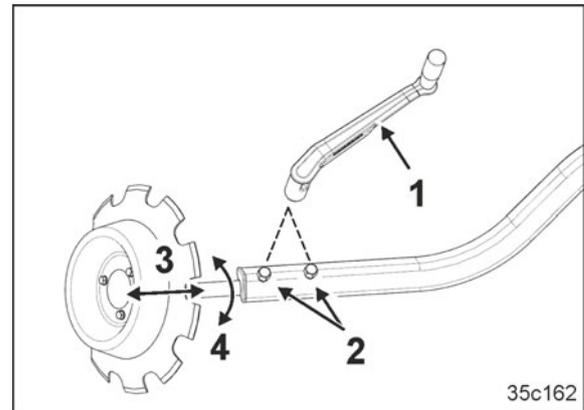
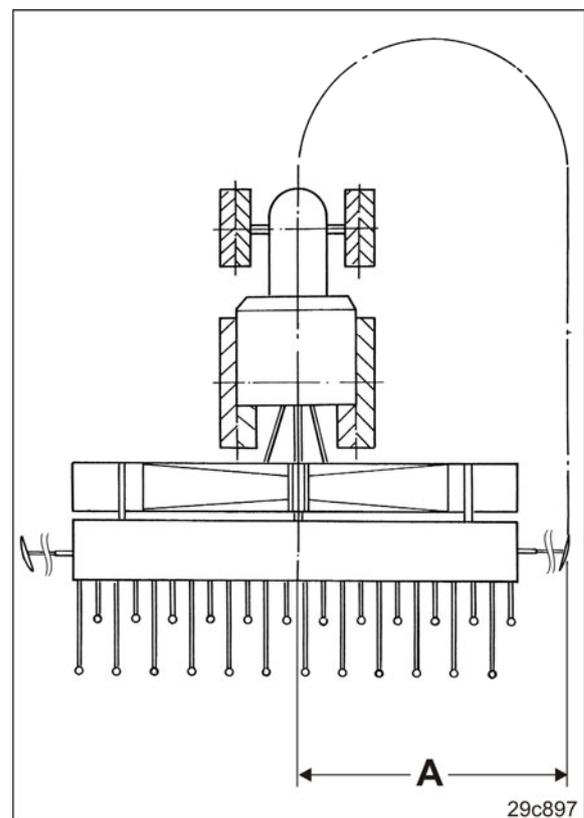

Fig. 135
Fig. 136
- Länge der Spuranreißer (Fig. 135/3)
- Arbeitsintensität der Spuranreißer je nach Bodenart (Fig. 135/4).
2. Schrauben (Fig. 135/2) mit dem Bedienwerkzeug (Fig. 135/1) lösen
3. Spuranreißerlänge durch Verschieben (Fig. 135/3) auf Länge „A“ [siehe Tabelle (Fig. 136)] einstellen.
4. Arbeitsintensität durch Verdrehen (Fig. 135/4) der Spuranreißerachse so einstellen, dass sie auf leichten Böden etwa parallel zur Fahrtrichtung und auf schweren Böden mehr auf Griff steht.
5. Schrauben (Fig. 135/2) festziehen.